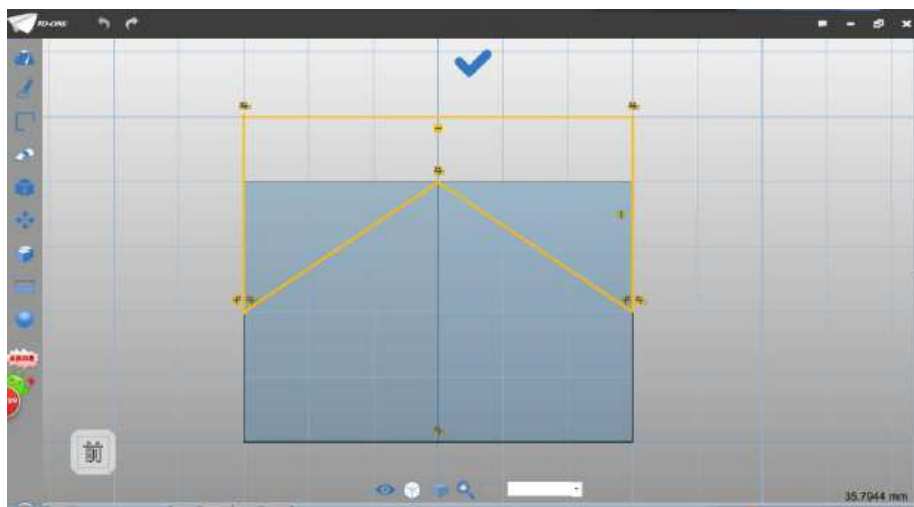

图 1-4
Step 4 根据网格交点，绘制如下图 1-4 所示的草图，上方的直线要超出实体部分。